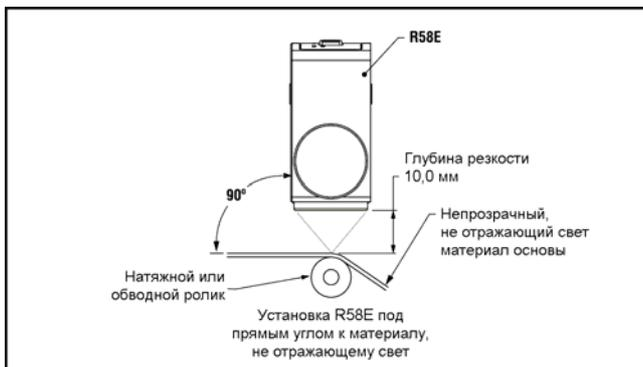

Рис. 8. Установка R58E для контроля непрозрачных, не отражающих свет материалов
- Материал по возможности следует контролировать в том месте, где он проходит по натяжному или обводному ролику. Это позволяет уменьшить негативное действие колебаний и провисания материала (Рис. 8).